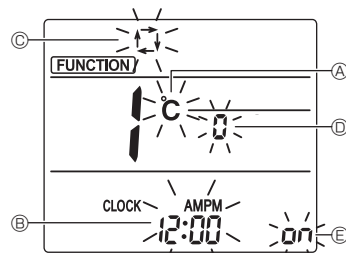

Fig. 6-10
3. Provjerite je li prikazana funkcija br. „1“, a zatim pritisnite gumb [ SET ] 3. Prikazuje se zaslon za postavke prikaza. (Fig. 6-10)